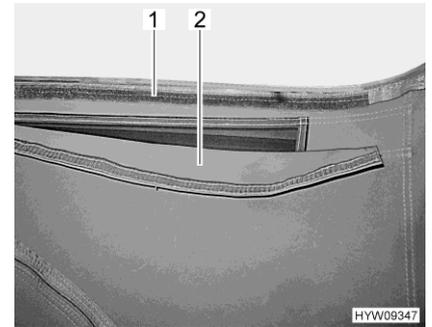

Fig. 86 Ventilación (abierta)
- Tirar la ventana de lona (Fig. 86,2) hacia arriba y apretarla contra la cinta velcro (Fig. 86,1).